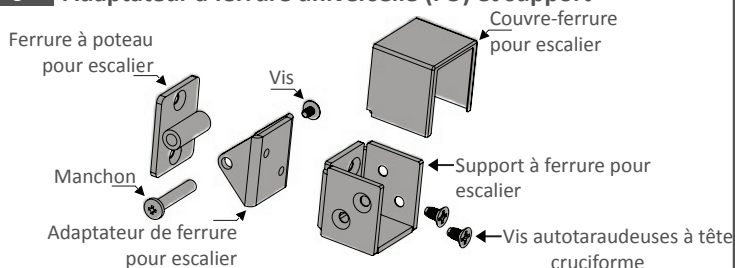

Fig. 4
6. Serrer le manchon et la vis. Tel que montré dans la Fig. 4.